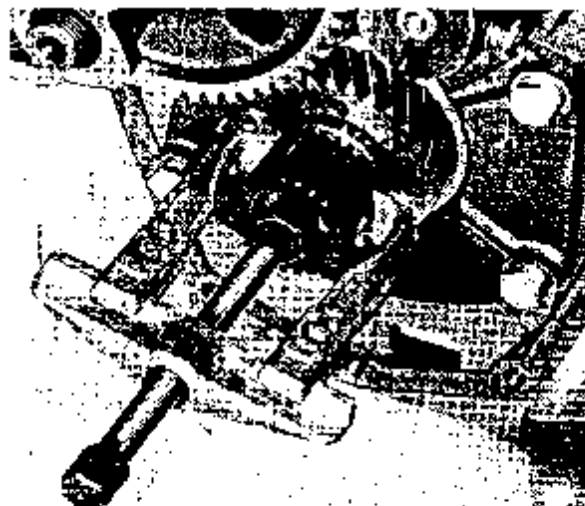

Abb. 25
4. Danach das äußere Rad mit einer Abziehvorrichtung abziehen (siehe Abb. 25). Bei Motoren mit MS-Wendegetriebe wird statt dessen die Kupplungshälfte abgezogen.